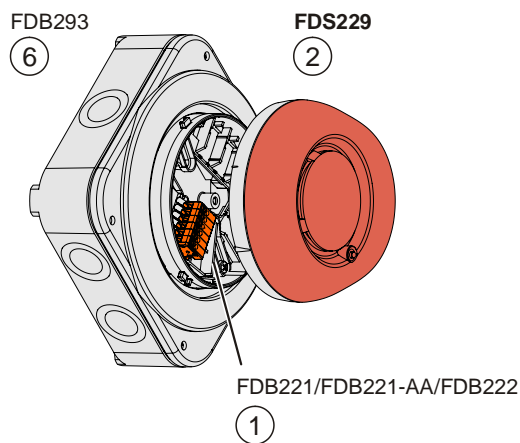

Fig. 3
- For humid applications use base attachment humid FDB293 (Fig. 3).
- Für Feuchtanwendungen verwenden Sie den Sockelzusatz feucht FDB293 (Fig. 3).
- Pour les applications dans les environnements humides, utilisez l'accessoire d'embase humide FDB293 (Fig. 3).
- Para aplicaciones en húmedo utilice la base de montaje húmedo FDB293 (Fig. 3).
- In presenza di umidità, utilizzare il supporto per base in ambienti umidi FDB293 (Fig. 3).